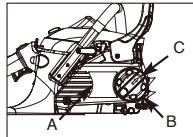

Fig. 3B
3. Släpp knappen (C) något genom att vrida ratten moturs och sedan vrida kedjespännningsringen (B) moturs för att släppa kedjan. (Fig. 3B)
4. Ta bort drivhjulet kåpa (A) genom att vrida knappen (B) moturs. (Fig. 3B)